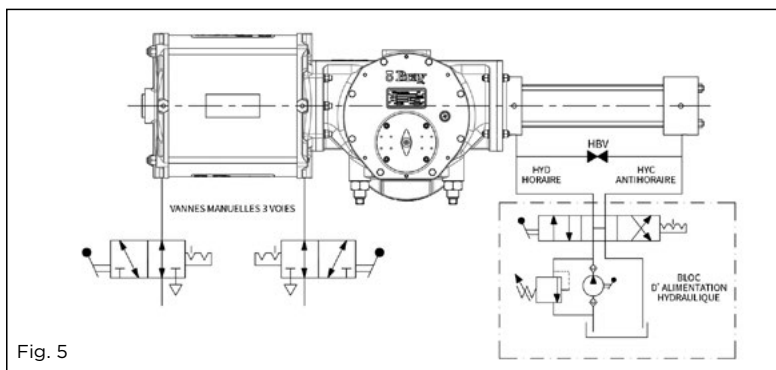

Fig. 5
5. Installez les vannes à trois voies, conçues pour une pression de travail de 10.3 bar (150 psi), sur les ports du cylindre pneumatique (voir Fig. 5) et mettez-les en position de ventilation.
7. Raccordez les orifices du vérin hydraulique aux orifices de la vanne de régulation, sur l'unité de pompe hydraulique manuelle. (Voir Fig. 5) Remplissez le réservoir avec du liquide hydraulique propre, jusqu'à environ 1 à 2 pouces à partir du haut. Remettez en place le bouchon de remplissage avec reniflard.